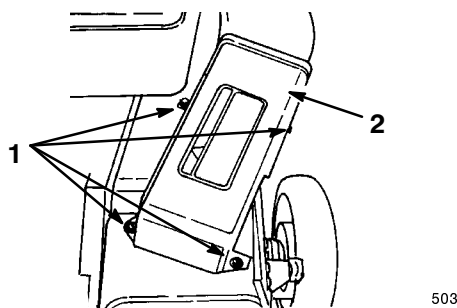

Figure 34
2. Enlevez les quatre boulons qui fixent le volet d'éjection et le déflecteur au carter de tondeuse (Fig. 34) et mettez-les de côté.